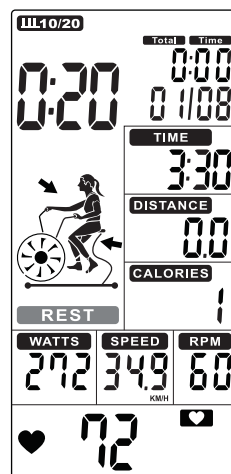

FIGURA 30
- O tempo de ciclo conta regressivamente de 10 a 0 e a palavra REST pisca uma vez por segundo junto com 10 bipes (Figura 30), enquanto a palavra READY pisca nos últimos 3s (Figura 31).